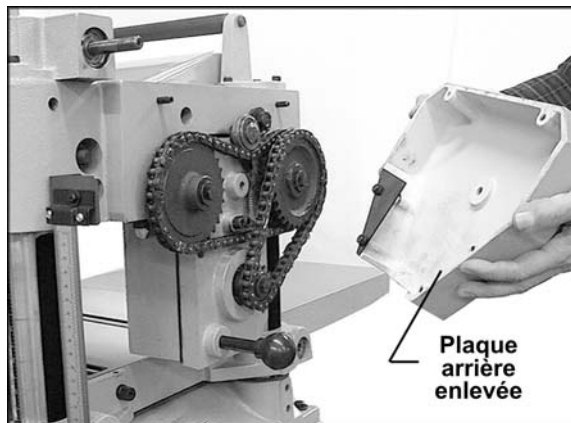

Figure 30
2. Retirez la vis à tête creuse du centre du couvercle et retirez la plaque triangulaire arrière gauche. Voir Figure 30.